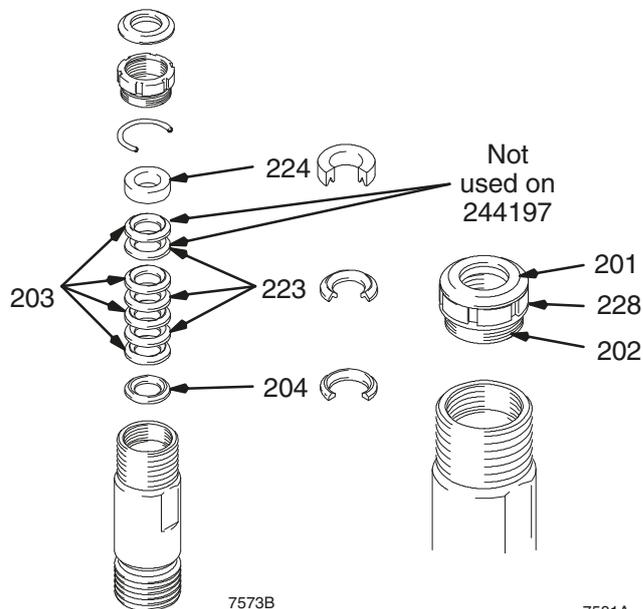

Fig. 11
Fig. 11. Mergulhe todos os vedantes de couro em óleo SAE 30W durante 1 hora, no mínimo, antes de efetuar a montagem. Coloque o bucim macho (204). Alternadamente, coloque o polietileno de peso molecular ultraelevado (UHMWPE) (203) e os vedantes de couro (223) (atente na orientação). Instale o bucim fêmea (224). Instale o vedante (201), a porca do vedante (202) e o espaçador de ajustagem (228).